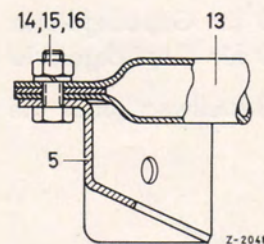

Bild 84-2/1
1. Gepäckgalerie unter Verwendung der Teile Pos. 1 bis 8 auf einer geeigneten Unterlage vollständig zusammenbauen (Bild 84-2/1).